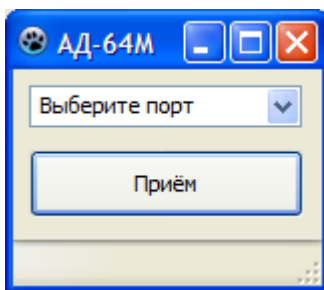

Рис. 6.12 Экран программы rx.exe
6.5.2 Для передачи данных с информацией о спектре сигнала и порогах необходимо запустить на персональном компьютере программу приёма данных (rx.exe), поставляемую на компакт-диске, (рис. 6.12). Выбрать в выпадающем списке номер порта, который назначила система модулю Bluetooth. Нажать кнопку «Приём» и выбрать папку, в которую будут сохранены данные.